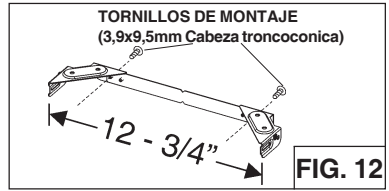

FIG. 12
1. Ensamble el soporte de chimenea decorativa, ajustando el ancho exterior como se muestra (Fig. 12)